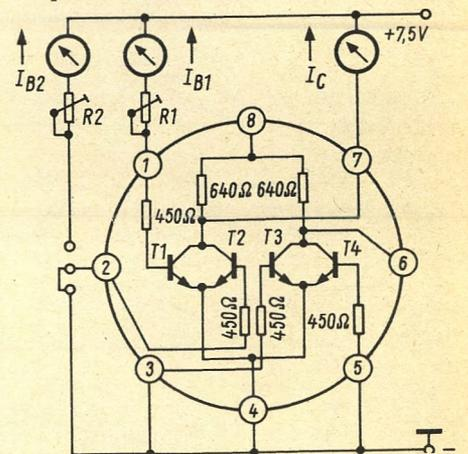

Bild 2. Prüfschaltung zum Aufnehmen der wichtigsten Kenndaten
Man kann die Transistoren T 1 bis T 4, wenn man sie einzeln untersucht, wie npn-Siliziumtransistoren behandeln. Die wichtigsten Kenndaten und Kennlinien kann man daher mit der Prüfschaltung Bild 2 ermitteln. Wird beispielsweise der Transistor T 1 untersucht, so sind alle Basisanschlüsse der übrigen Transistoren auf Emitterpotential zu bringen. In unserem Beispiel wurde für den Transistor T 1 ein Kollektorstrom von $I_C = 10 \text{ mA}$ bei einem Basisstrom von $I_{B1} = 0,08 \text{ mA}$ ermittelt. Hieraus ergibt sich eine Stromverstärkung für T 1 von
In der Prüfschaltung (Bild 2) kann man die beiden Transistoren T 1 und T 2 auch über die mit den veränderlichen Widerständen R 1 und R 2 einstellbaren Basisströme I_{B1} und I_{B2} gleichzeitig betreiben. Diese Basisströme lassen in T 1 und T 2 Kollektorströme von der Größe I_{C1} und I_{C2} entstehen. Sie addieren sich dann, wie meßtechnisch nachgeprüft werden kann, am gemeinsamen Verknüpfungspunkt (7) nach der 1. Kirchhoff-Regel. Für den Summenstrom gilt dann
Bild 2 betrifft Silizium-Fotobaelemente, also Silizium-Fotoelemente, Silizium-Fototransistoren und Silizium-Fotodioden wie auch Silizium-Fotothyristoren. Die Maxima der Empfindlichkeit liegen hier bei etwa 850 nm , d. h. bereits im Infrarotbereich.